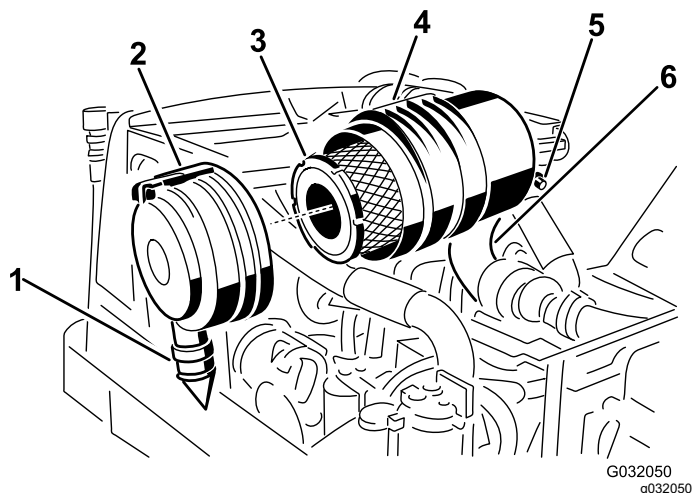

图 47
2. 拆下主滤芯 图 47。
3. 更换主滤清器 图 47。
7. 安装盖子时将橡胶排气阀位置朝下——即从末端看介于5点钟至7点钟位置之间并用门锁固定 图 47。